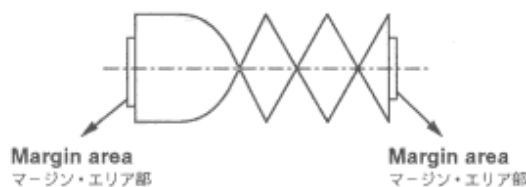

Fig. 4-3
- 1). Turn the P2 post (supply-side guide roller) clockwise using a wrench until the margin area on the envelope (supply-side) disappears, then turn the guide roller counterclockwise until the margin area reappears. (Fig. 4-3)
- 1). P2 ポスト(入側ガイドローラー)を二股レンチにて右に回し、エンベロープの入側のマージン・エリア部が無くなるまで下げ、今度はガイドローラーを左に回し、マージン・エリア部が出るまで戻す。(Fig. 4-3)